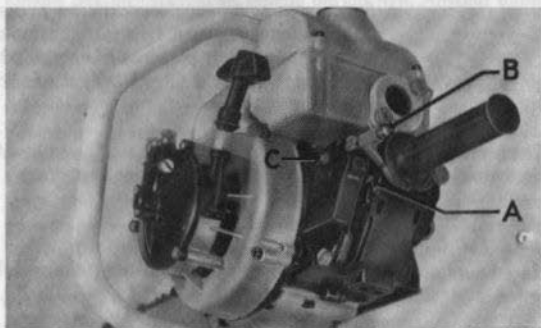

Fig 7.
2. Stäng chokespjället genom att föra ner spaken, se A i fig 7, som är placerad till vänster om och under bakre handtaget.
3. Tryck till spärrstiftet, B i fig 7, på gasreglaget och för detta nedåt, tills stiftet stannar i hålet för startläget.
Motorn stannas genom att stoppknappen på kortslutningskontakten C i fig 7 hålles intryckt tills motorn står stilla. Vid längre stillastående stänges bensinkranen.